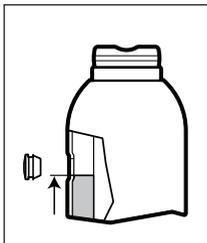
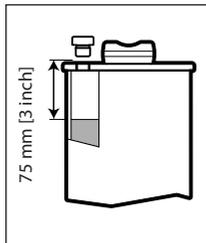

Fig. 5 - Olipeil, alle modellen (m.u.v. GBJ100)
Fig. 6 - Olipeil, Uitsluitend GBJ100
**CAUTION NIET OVERVULLEN!** Met de plunjer volledig ingetrokken en de krik in verticale stand, mag het oliepeil niet hoger zijn dan zoals getoond in Fig. 5 of in Fig. 6 (voor zover van toepassing voor uw krikmodel).